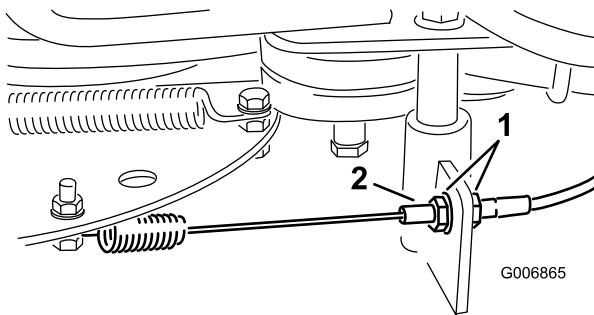

Figura 26
4. Allentate i dadi del cavo del freno della lama finché la guaina del cavo del freno non scorre (Figura 26).